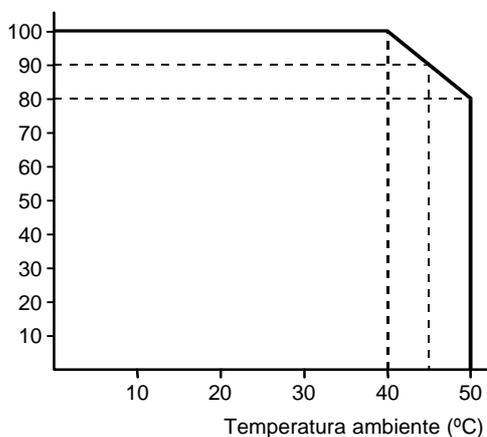

Fig. 1-1 Correzione di potenza in base alla temperatura ambiente
- Nota 4)** Quando si superano i 40°C di temperatura ambiente di lavoro, ridurre la corrente in uscita del 2% per ogni grado centigrado (vedere la Fig. 1-1).